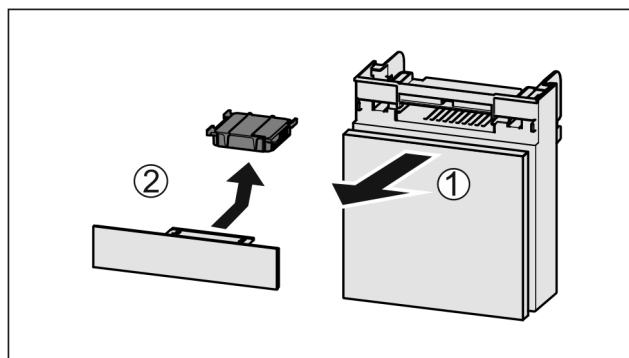

Fig. 102
- ▶ Extraire le compartiment par l'avant Fig. 102 (1).
- ▶ Sortir le filtre à charbon actif Fig. 102 (2).